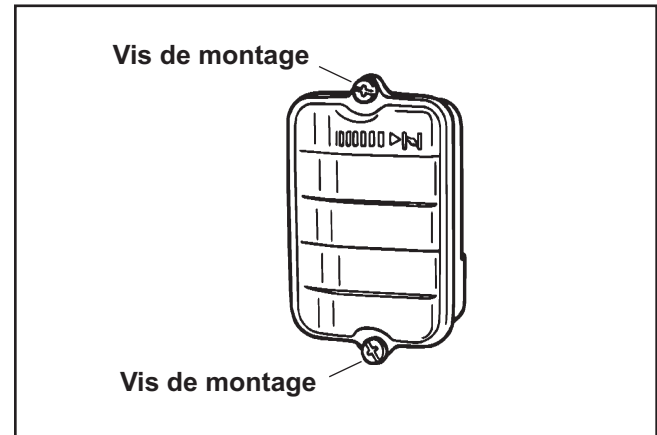

Figure 4-16. Détails de montage.
1. Retirer les deux vis et le couvercle/carter extérieur du filtre à air. Voir la figure 4-16.
7. Refermer le couvercle extérieur et visser les deux vis. Voir la figure 4-16.